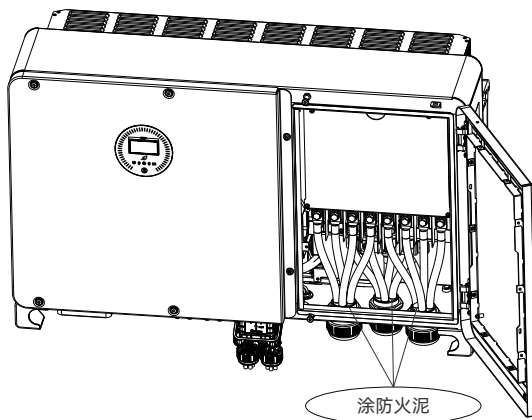

图6.13 涂防火泥位置说明
3. 接线完成后需要在进线侧PG头处涂满防火泥，待防火泥涂抹完成后再锁上右盖板。如下图6.13所示。